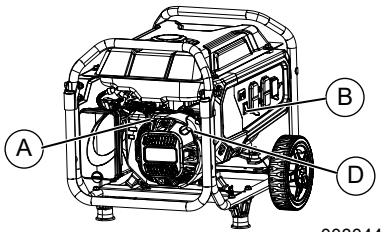

Figure 3-2. Commandes du moteur
- Voir **Figure 3-2**. Ouvrez le robinet d'arrêt de carburant (A).
- Réglez l'interrupteur Marche/arrêt du moteur (B) sur Marche. Voir **Figure 3-2**.
- Voir **Figure 3-2**. Saisissez fermement la poignée du lanceur à rappel (D) et tirez lentement jusqu'à ressentir une résistance accrue. Tirez rapidement vers le haut et à l'écart.